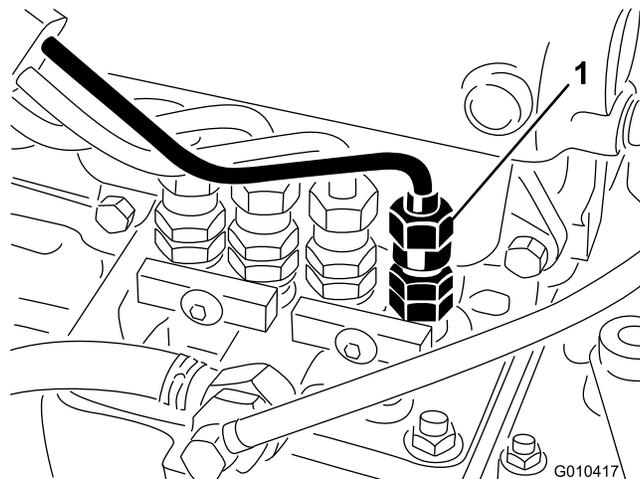

図 35
1. 燃料噴射ポンプのNo.1インジェクタノズル 図 35へのパイプ接続部をゆるめる。